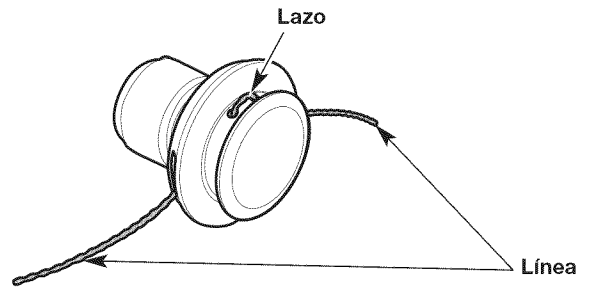

Fig. 21
4. Tire de los extremos del hilo hasta que quede tenso contra el cabezal de corte. Asegúrese de que los extremos del hilo sean de igual longitud (Fig. 21). Si un extremo es más largo que el otro, empuje el extremo más largo nuevamente a través del cabezal de corte parcialmente y tire del extremo más corto hacia afuera. De ser necesario, repita el proceso hasta que ambos extremos sean de igual longitud.
5. Presione el lazo expuesto del hilo de recorte hasta que esté ajustado contra el cabezal de corte (Fig. 21).